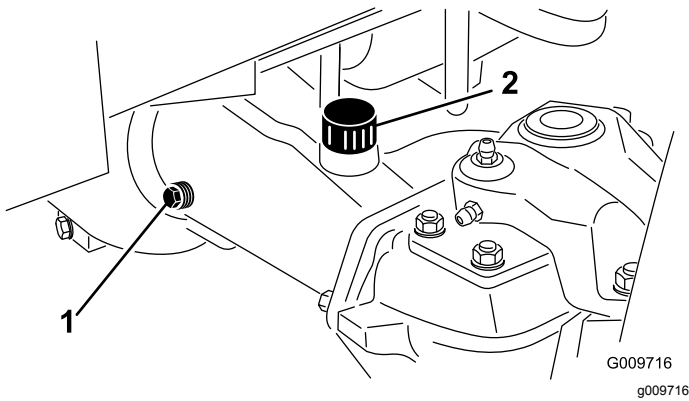

Figura 68
2. Retire un tapón de verificación de un extremo del eje (Figura 68) y asegúrese de que el lubricante llega al borde inferior del orificio.
3. Si el nivel es bajo, retire el tapón de llenado (Figura 68) y añada suficiente lubricante para que el nivel llegue al borde inferior de los orificios de los tapones de verificación.